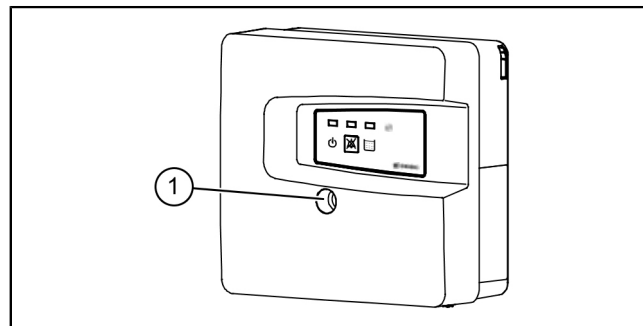

Fig. 4: Aprire l'alloggiamento
- ▶ Aprire il coperchio dell'alloggiamento **4** (vd. "fig. 4: Aprire l'alloggiamento", pagina 86).